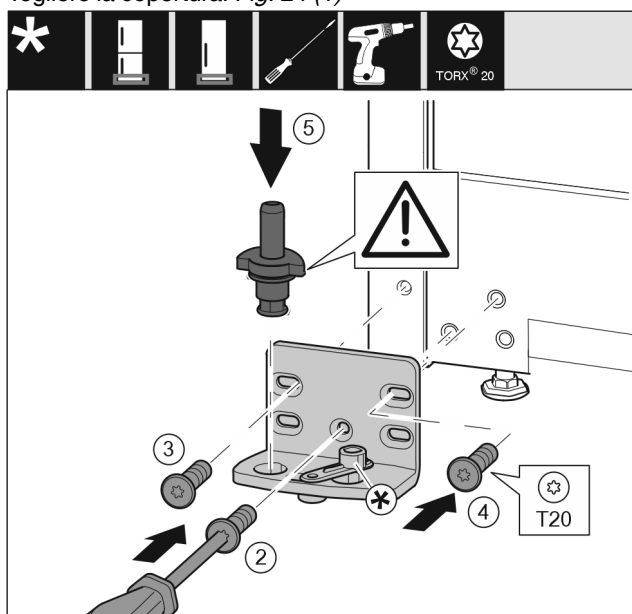

Fig. 25
- ▶ Applicare il blocco di supporto sull'altro lato e avvitare con un cacciavite T20. Iniziare dalla vite 2 in basso al centro. Fig. 25 (2)
- ▶ Serrare la vite 3 e 4. Fig. 25 (3,4)
- ▶ Inserire completamente il perno di supporto. Fare attenzione che la camma di arresto sia rivolta verso il lato posteriore. Fig. 25 (5)